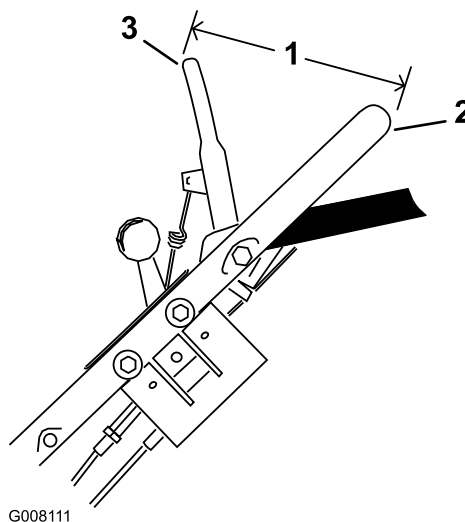

Figure 33
6. Maintenez la barre de commande de la lame de sorte que l'extérieur se trouve à 14 cm de l'extérieur du guidon, puis tirez sur le câble pour éliminer le mou, mais sans tendre le ressort (Figure 33).